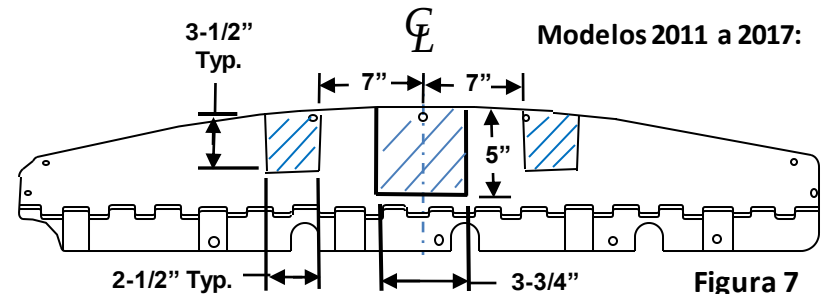
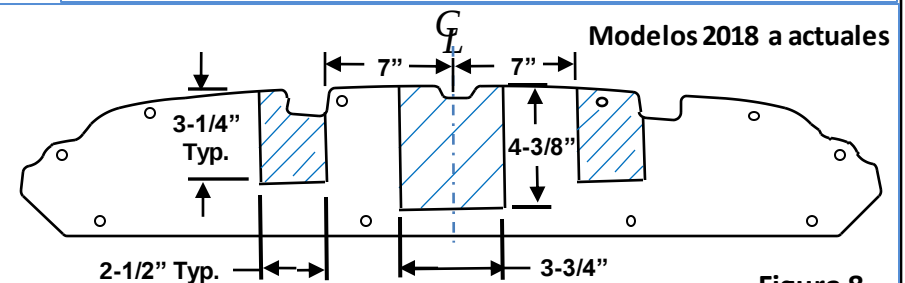

Figura 7
Figura 8
11. Volver a instalar la moldura del receptáculo de la rueda: Ajustar la moldura del receptáculo de la rueda en su posición. Instalar (8) remaches plásticos suministrados, (4) por lado.
13. Recortar y volver a instalar el panel inferior de la carrocería: Con una cinta métrica, un marcador y un cuchillo para uso general, cortar una muesca en el panel inferior de la carrocería. Volver a instalar el panel inferior de la carrocería con los tornillos y/o tuercas hexagonales existentes. Modelos 2011 a 2017, **ver Figura 7.** Modelos 2018 a actuales, **ver Figura 8.**